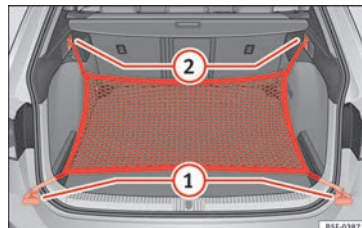

Fig. 178 Dans le coffre à bagages : œillets ① et crochets ② pour accrocher le sac pour filet (modèle LEON ST).
- Fixez les crochets courts du filet aux œillets d'amarrage » fig. 178 ① » ⚠. La fermeture à glissière du sac doit rester vers le haut.
- Fixez les rubans aux crochets pour accrocher des sacs ②.